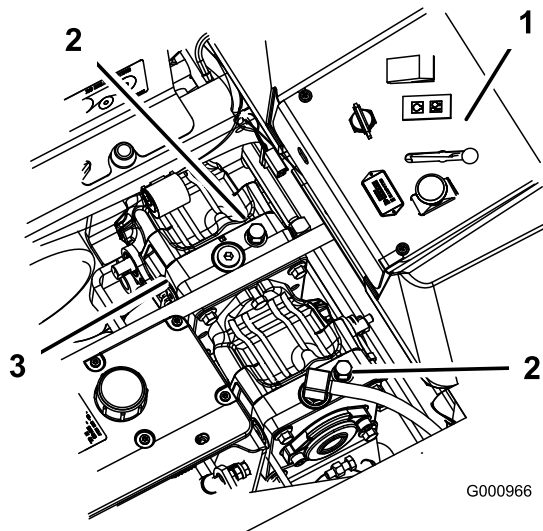

Bild 22
2. Drehen Sie die Sicherheitsventile um eine Umdrehung nach links, um die Maschine zu schieben. So kann Hydrauliköl an der Pumpe vorbei direkt zu den Rädern fließen, die sich daraufhin drehen können (Bild 22).
Drehen Sie zum Einsatz der Maschine die Sicherheitsventile eine ganze Umdrehung nach rechts (Bild 22).